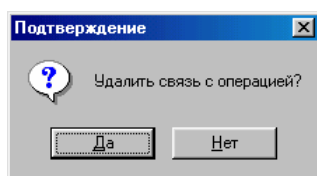

Рисунок 2.7.
3. В открывшемся окне (рис.2.7) для подтверждения удаления подчиненной операции нажмите на кнопку <Да>, для отмены – кнопку <Нет>.